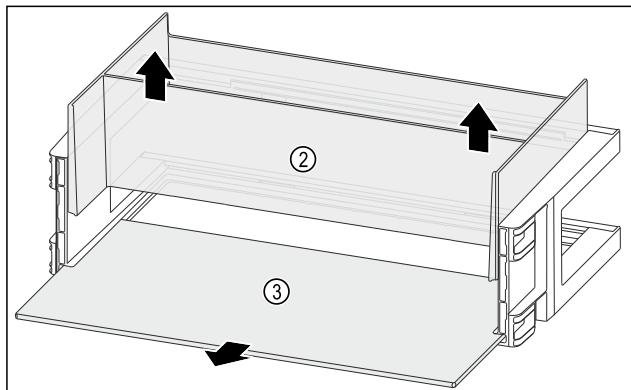

Fig. 109
- Вийміть органайзер Fig. 109 (2) рухом вгору.
- Дістаньте полицю Fig. 109 (3).